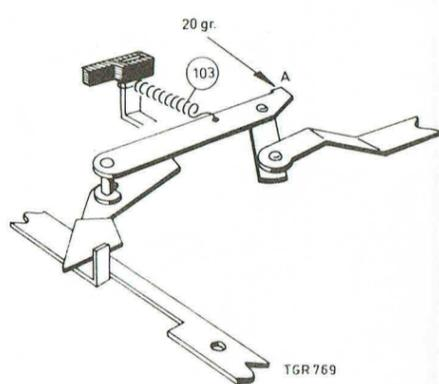

Fig. 11
Le ressort du levier coudé pos. 103 doit encore avoir, dans la position d'arrêt, une force résiduelle d'au moins 20 g, mesurée sur le point A. Remplacer le ressort lorsque la force est inférieure à 20 g, fig. 11.